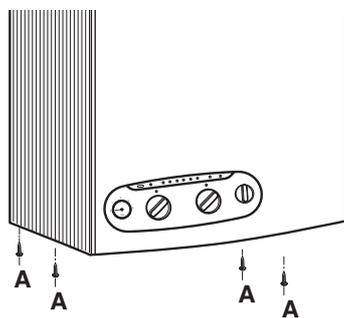

Fig. 9
- desatornillar los 4 tornillos **A** (fig. 9) de fijación de la carcasa.